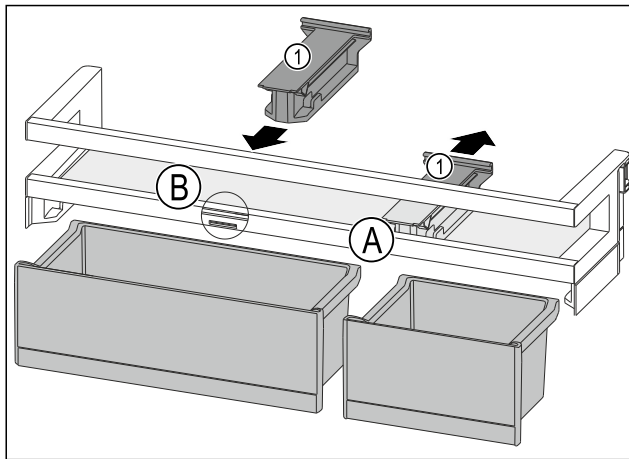

Fig. 185
- Tirare l'elemento di tenuta Fig. 185 (1) all'indietro per portarlo in posizione Fig. 185 (A).
- Inserire l'elemento di tenuta Fig. 185 (1) in posizione Fig. 185 (B).